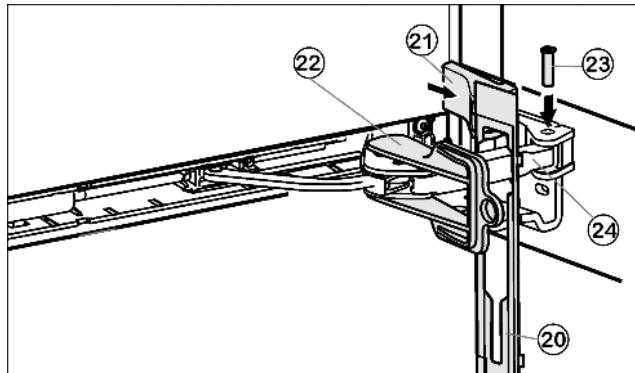

Fig. 16
- Blende Fig. 16 (20) auf den Dämpferbügel einhängen, so dass die Rasthaken nach vorne zeigen und die Vorderseite zum Gerät.
- Dämpferbügel Fig. 16 (24) zum Lagerteil hinziehen und Bolzen Fig. 16 (23) von oben einstecken, so dass der Vierkant in der Vertiefung sitzt.
- Abdeckung Fig. 16 (21) aufsetzen und einrasten.
- Sicherung Fig. 16 (22) durch Verdrehen abnehmen.
- Blende Fig. 16 (20) an der Tür aufrasten.